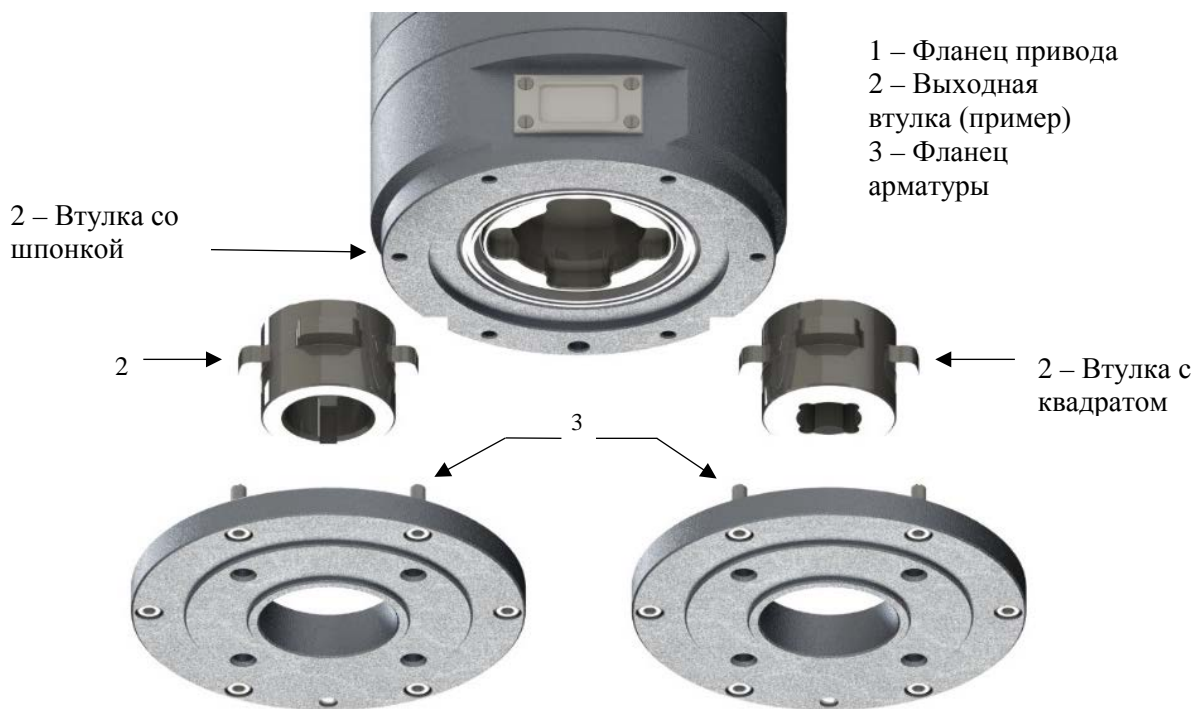

Рисунок17
- установить РэмТЭК вертикально на арматуру или переходник так, чтобы совпали элементы вала арматуры или переходника (кулачки, квадрат, шпонка и т.п.) с соответствующими элементами выходного звена привода, при необходимости проворачивая выходное звено привода с помощью ручного дублера (см.рис.17);